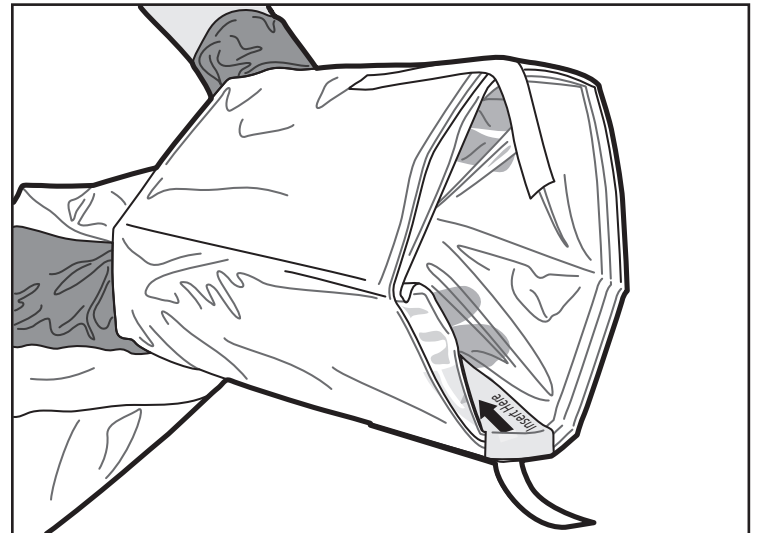

Figura 3. Abrir a bolsa
4. O operador no campo esterilizado coloca as suas mãos nas dobras mais fundas da bolsa, abrindo-a para que o operador no campo não esterilizado proceda à colocação da Unidade de Acionamento do Motor MDU5 PLUS. O autocolante com a indicação "Insert Here" (Inserir aqui) pode ser utilizado para localizar facilmente a abertura da bolsa (Figura 3).